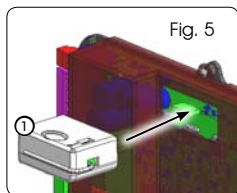

Fig. 5
L'appareillage électronique est doté d'un système de décodage (DS, SLH, LC/RC) bi-canal intégré appelé OM-NIDEC. Ce système permet de mémoriser, par le biais d'un module récepteur supplémentaire (Fig. 5 réf. ①) et radiocommandes de la même fréquence, soit l'ouverture totale (OPEN A) soit l'ouverture partielle (OPEN B) de l'automatisme.